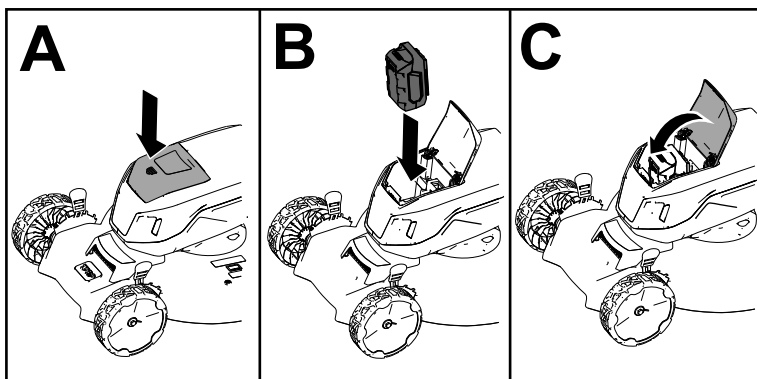

Figure 11
2. Appuyez sur le couvercle du compartiment de la batterie pour l'ouvrir (A de Figure 11).
3. Alignez le creux dans la batterie et la languette sur la machine, et glissez la batterie dans le compartiment jusqu'à ce qu'elle s'enclenche en position (B de la Figure 11).
4. Appuyez sur le couvercle du compartiment de la batterie jusqu'à ce qu'il s'enclenche en place (C de Figure 11).